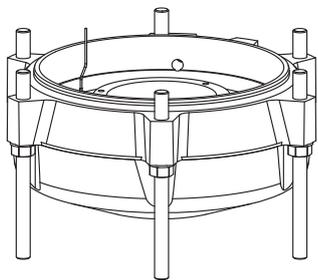

Bild 20: Entfernen der Gummischale (J 205, J405)
7.6 Gummischale an der J 205 und J 405 (Bild 20)